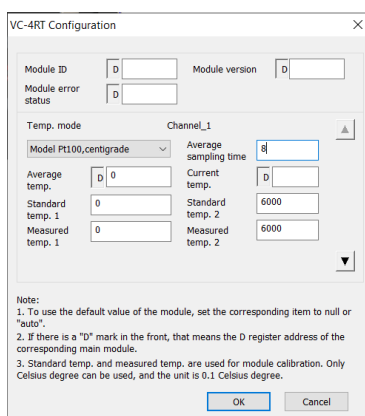

Рисунок 4-2 Настройка измерительного канала 1
- 2) Дважды щелкаем мышкой на модуле «4RT», чтобы открыть окно настроек модуля 4KT, как показано на рис. 4-2